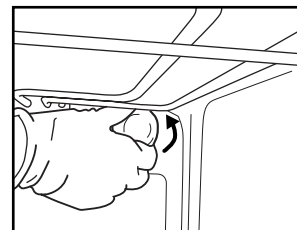

Fig. 5
2. Dévissez le cache de l'ampoule (Fig. 5), remplacez l'ampoule (voir Remarque pour en connaître le type), puis revissez le cache.